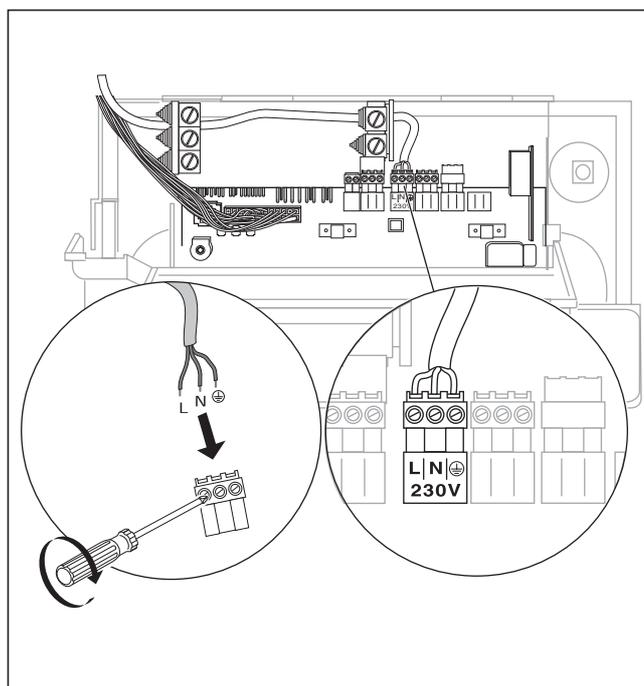

Рис. 4.5 Присоединение провода подключения к сети
Газовые котлы фирмы "Vaillant" оснащены соединительными штекерами системы Pro E для облегчения электромонтажа, и в них выполнен электромонтаж в готовом к подключению виде. Провод подключения к сети и все прочие соединительные кабели (например, отопительного насоса и т.д.) могут быть присоединены к клеммам предусмотренных для этой цели штекеров системы Pro E (смотри рис. 4.5).
- Проложите сетевой провод к котловым штекерам системы Pro E в котле. Присоедините сетевой провод к клеммам штекера подключения сети системы Pro E (смотри рис. 4.5 и 4.6).